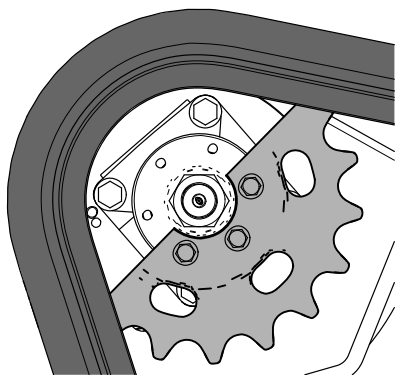

Figura 63
- Spostatte in avanti il comando della trazione fino a quando l'altra metà della ruota conduttrice non è innestata nel cingolo (Figura 63).